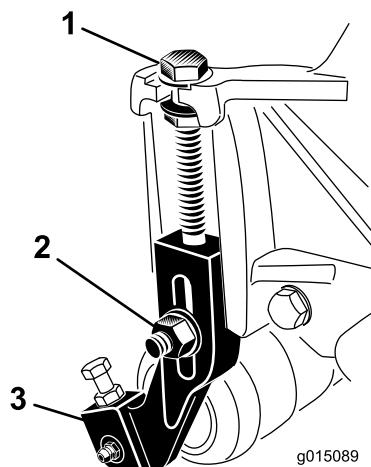

Figura 17
- Allentate i dadi di bloccaggio che fissano le staffe di regolazione dell'altezza di taglio sulle piastre laterali dell'apparato di taglio (Figura 17).